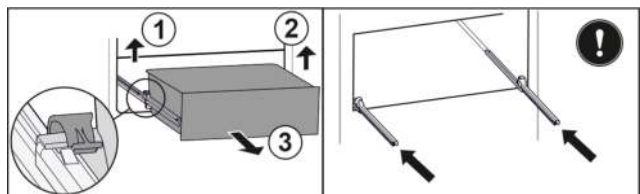

Fig. 76
- ▶ Linke Klemme anheben und gleichzeitig Schubfach links nach vorne ziehen. Fig. 76 (1)
- ▶ Rechte Klemme anheben und gleichzeitig Schubfach rechts nach vorne ziehen. Fig. 76 (2)
- ▶ Schubfach nach vorne entnehmen. Fig. 76 (3)